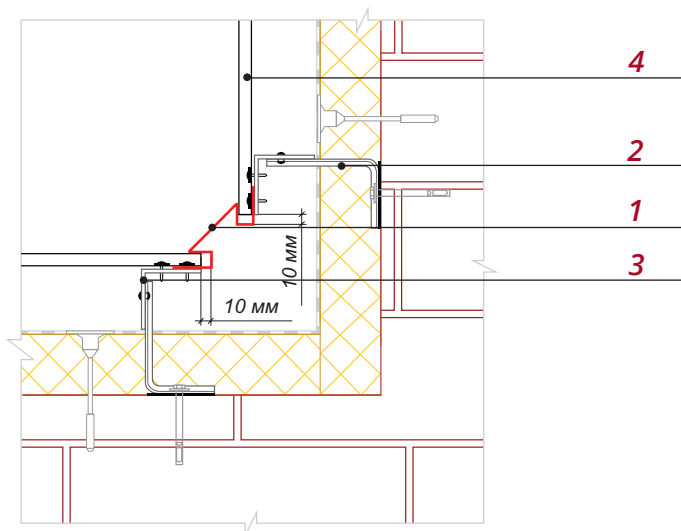

Рис. 8
■ На внутреннем угле фасада необходимо установить два крепежных кронштейна **2** и крепежные профили **3** так, чтобы можно было закрепить Планку угла внутреннего **1** и примыкающие к ней панели **4** (рис.8).
■ Закрепите Планку угла внутреннего к крепежным профилям, предварительно выставив ее по уровню см. схему на рис.8.